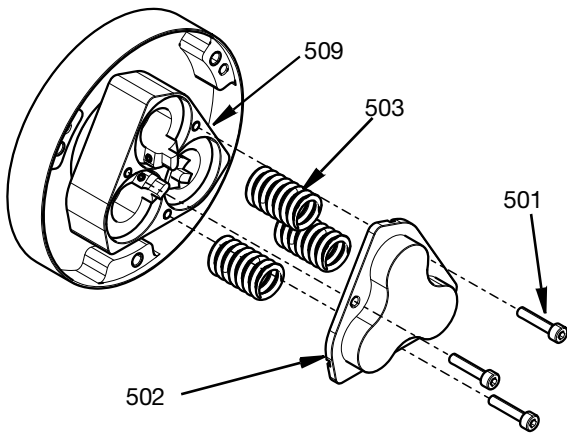

FIG. 10
2. Skruva först ut de tre M4-skruvarna (501) jämnt för att komma åt avstängningsventilstängerna (512) och kolvarna (506). Cylinderkåpan (502) kan sedan tas bort tillsammans med fjädrarna (503). Se FIG. 10.